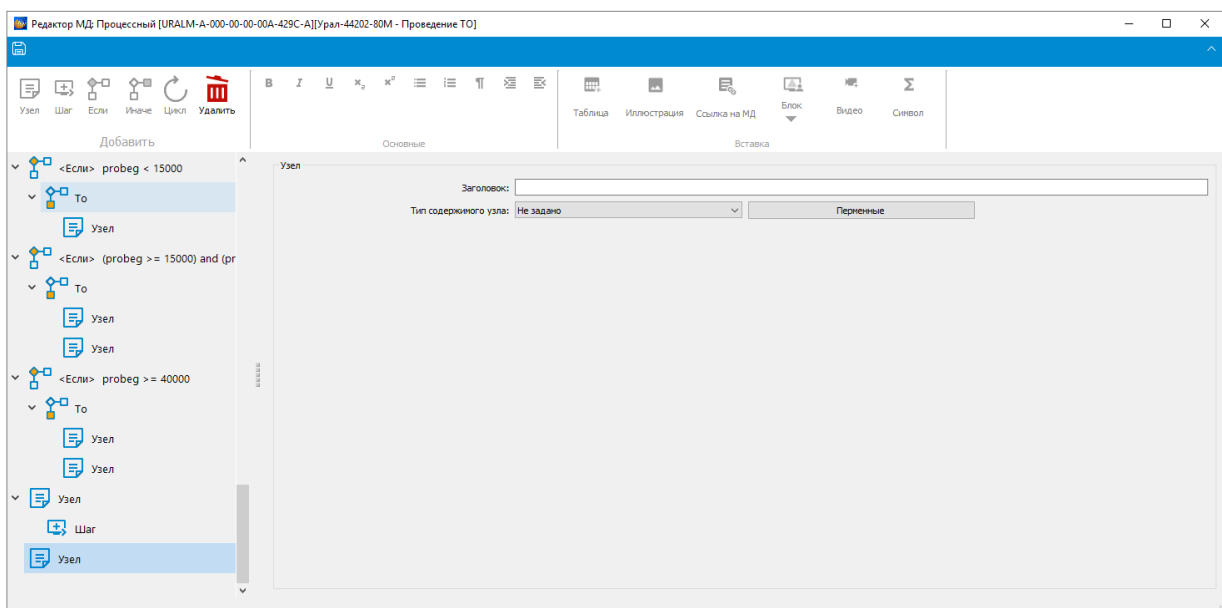

Рисунок 601
2) На верхней панели инструментов нажать на кнопку **Узел**. В левой части редактора в секции **Процесс** появится название **Узел**, в правой части – форма для ввода параметров узла (рисунок 601).